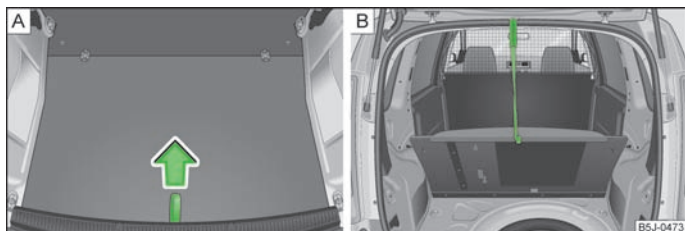

Fig. 156 Lazo para levantar el piso de carga/Sujeción del piso de carga por medio de un gancho de plástico
- Levantar el piso de carga por el lazo » fig. 156 - [A] y fijarlo por medio del gancho de plástico (éste se ubica debajo del borde del piso de carga) en el borde superior del hueco de la tapa del maletero » fig. 156 - [B].